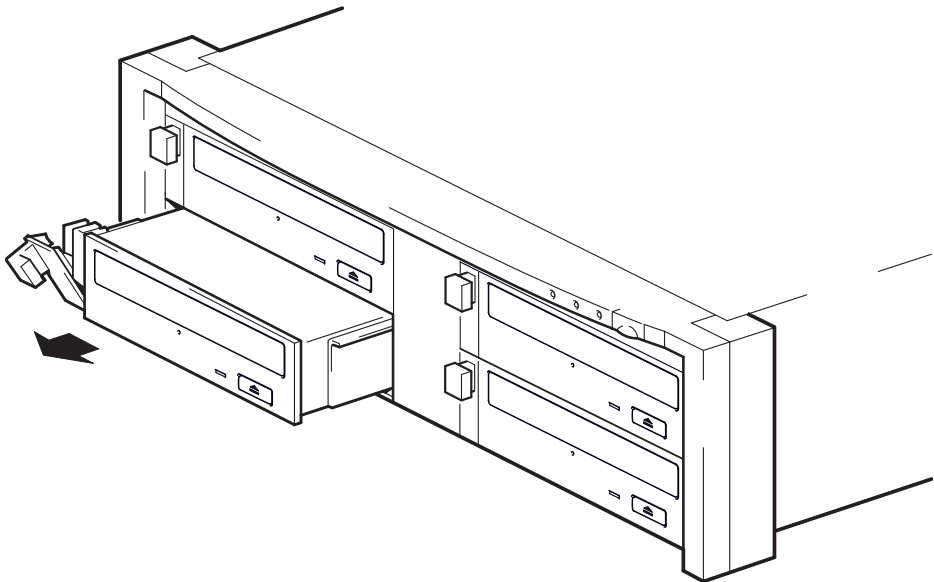

Abbildung 5b: Herausnehmen des Laufwerks
- 2** Ziehen Sie das Laufwerk vorsichtig und gleichmäßig am Ausziehhebel aus dem Tape Array heraus (siehe Abbildung 5b).